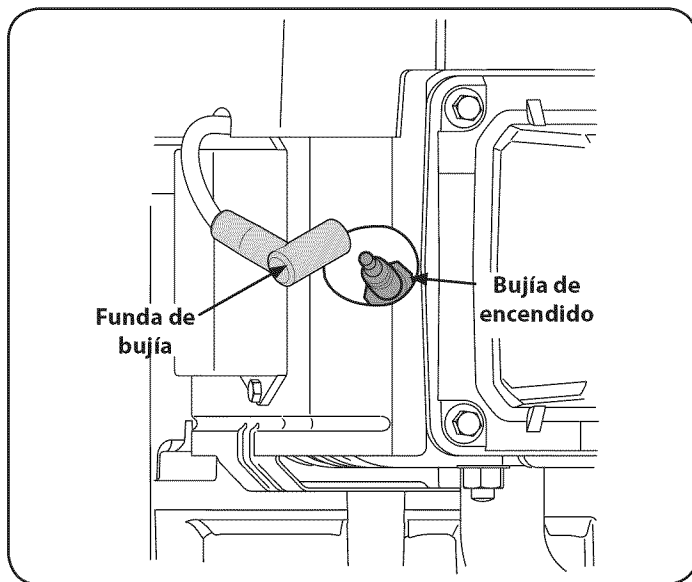

Figura 26
1. Retire la funda de la bujía y utilice una llave para bujías para extraerla, Figura 26.